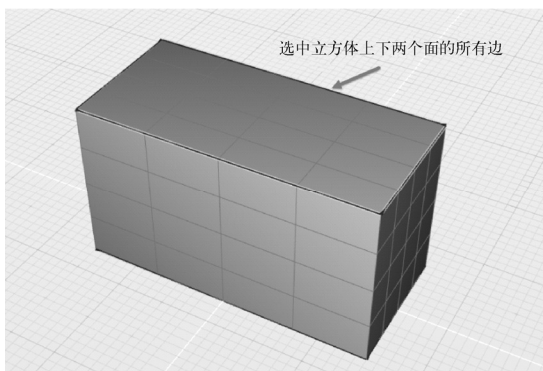

图 3-107 提取更多的边线
4) 再次选中前面提取出的曲线，然后在控制面板中勾选“插入”复选框，可在立方体上提取更多的边线，如图 3-107 所示。